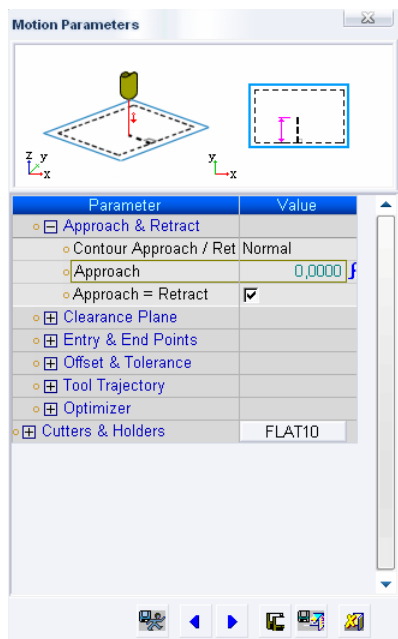

Рисунок 27 - Параметры подхода/отхода инструмента
- подхода/отхода инструмента (рисунок 27): по нормали к контуру, величину подхода 0 мм;